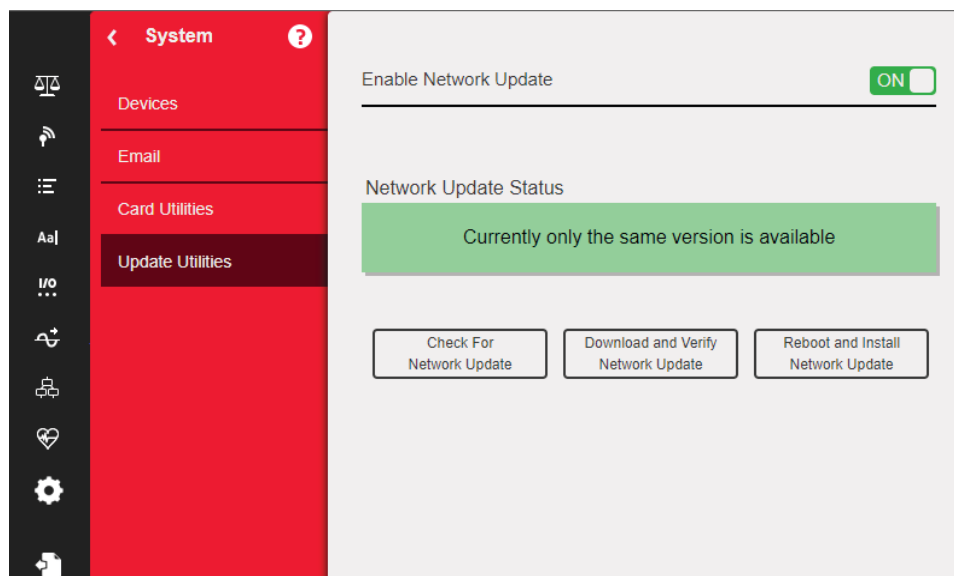

Figura 14-17. Menú de actualizaciones de red
1. En el menú de configuración de sistemas, seleccione Update Utilities (consulte la Figura 14-17).